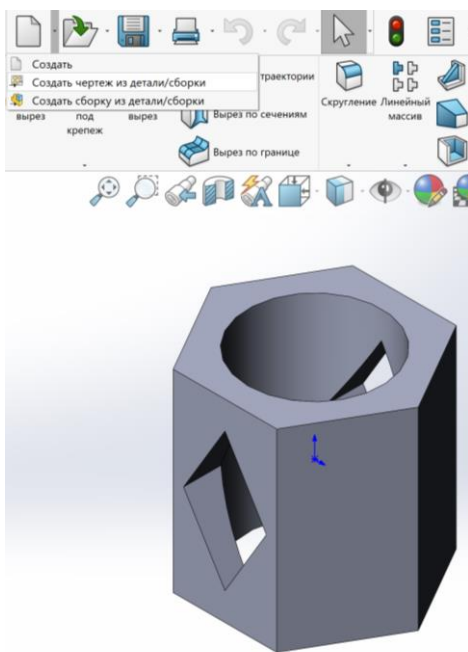
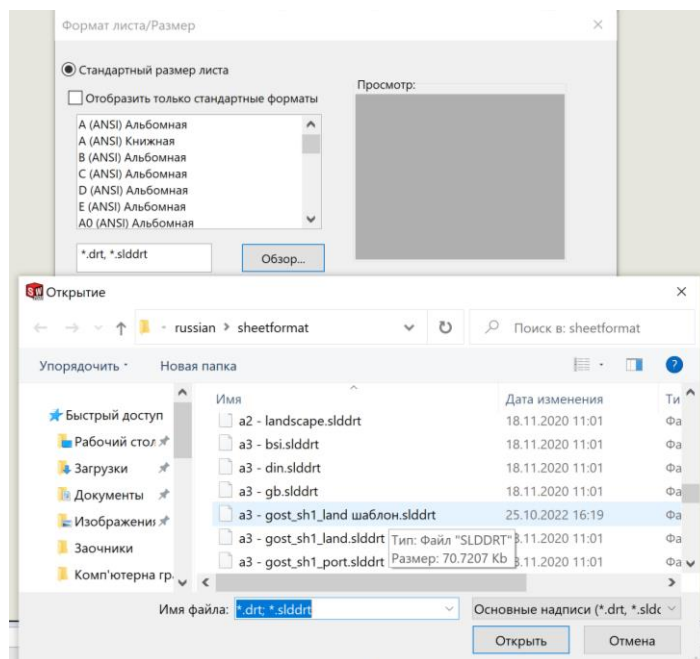

Рис. 38
Рис. 39
1. У відкритому документі побудованої 3D моделі обираємо створити кресленик з деталі (рис. 38). Далі натискаємо Огляд, обираємо шаблон, що було створено в графічній роботі №5 (рис. 39).